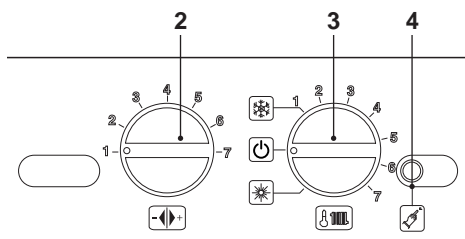

Figura 7.11
- Spegnere la caldaia portando il selettore di funzione (3) sulla posizione  come in Figura 7.11.